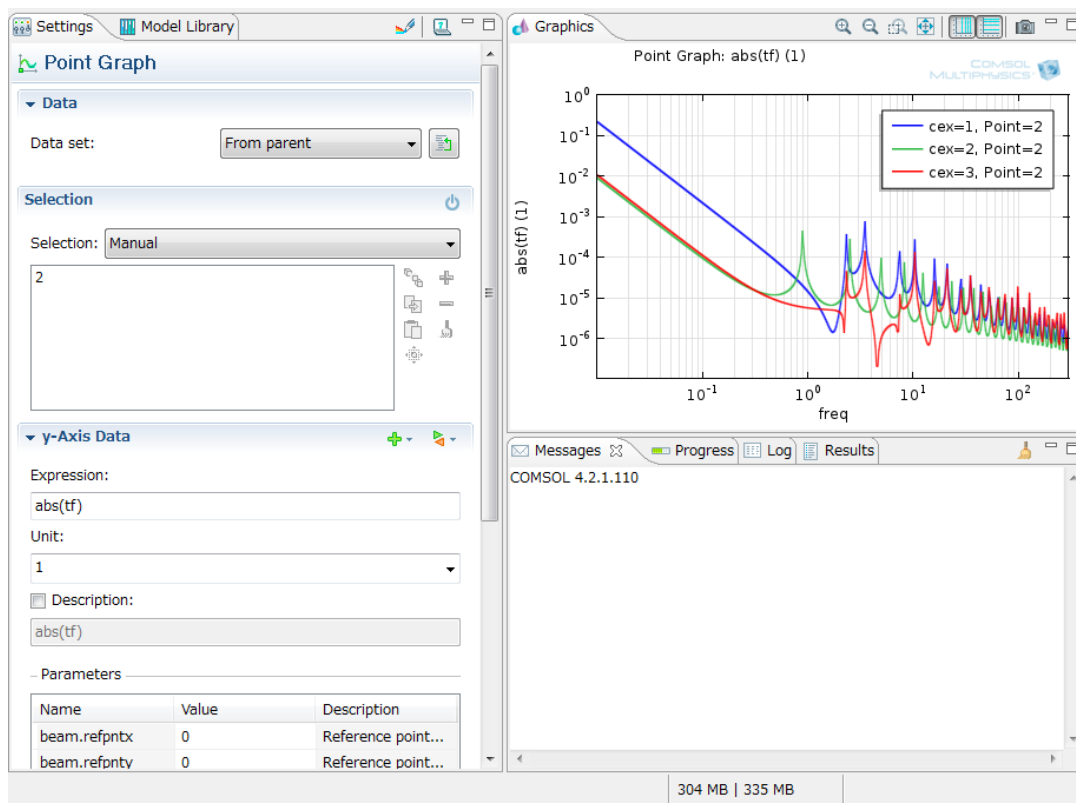

Fig.5: 計算結果の例
(12) 計算を実行する。
(13) 結果に 1D Plot Group を追加し、y-axis data として abs(tf)や abs(kspr)などを入力して伝達関数の絶対値やばね定数の周波数依存性などをプロットする (Fig.5)。